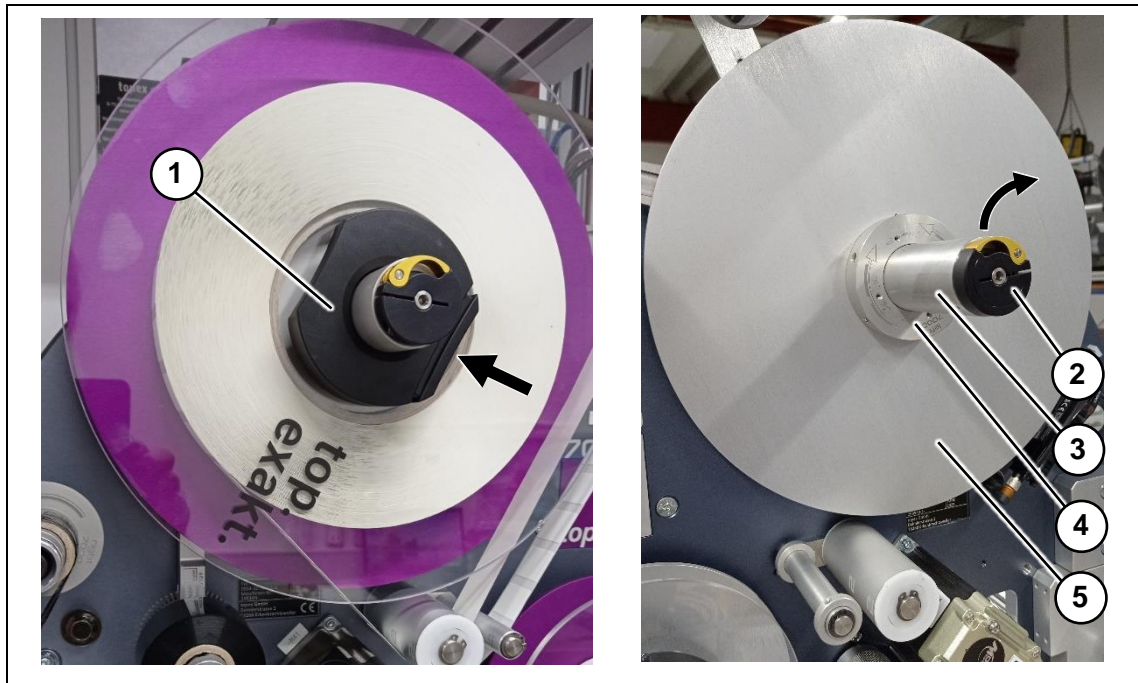

Abbildung 19 Rollenkerne wechseln
- 2 Entfernen Sie die vordere Bordscheibe (Abbildung 19, Pos. 1) der Etikettenabwicklung, indem Sie den Klemmring gedrückt halten.
- 3 Öffnen Sie den Hebel des Klemmrings (Abbildung 19, Pos. 2) an der Schnellwechseleinheit.
- 4 Sie können nun die komplette Einheit Rollenkern, Kerenträger und hintere Anschlagscheibe (Abbildung 19, Pos. 3 + 4 + 5) komplett entfernen.